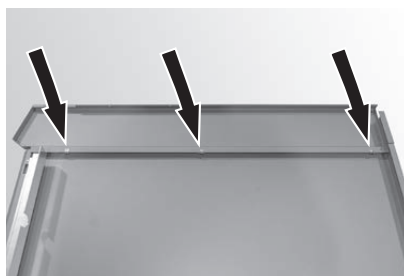

Fig. 28 Oberteil [1] befestigen
- ▶ Oberteil [1] von linker Seitenwand mit Blechschrauben befestigen – Fig. 28.